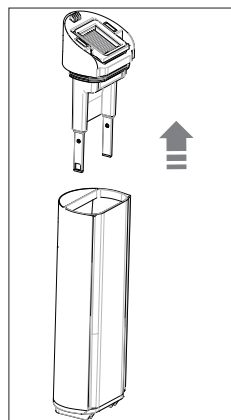

Fig. 9 – Retirada de la tapa
- ▶ Tire del tapón del depósito de agua sucia hacia arriba (**véase Fig. 9**).